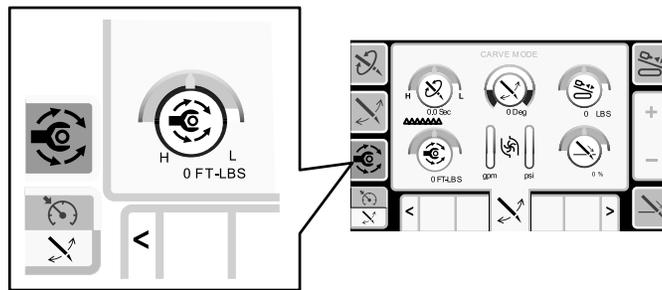

Bild 13
**Hinweis:** Das Symbol wird grün und ein grüner Kreis markiert die von Ihnen gewählte Option (Bild 13).